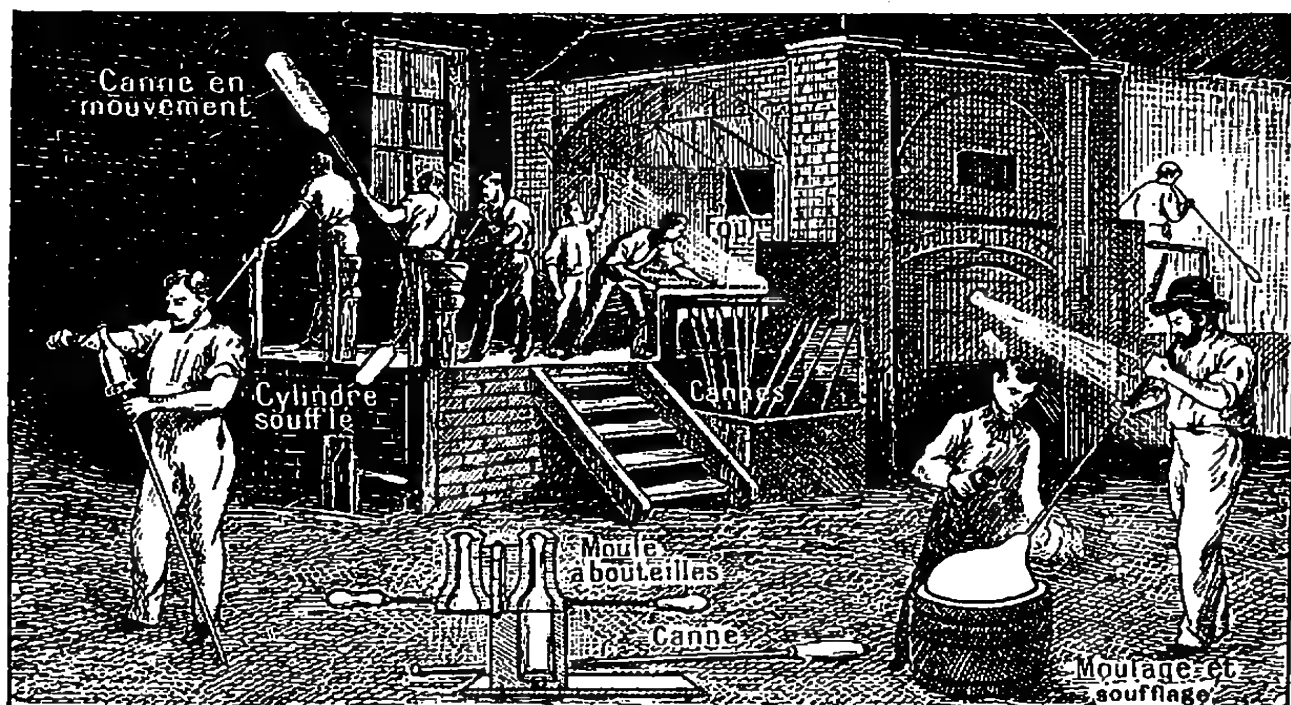

Fig. 93. — Travail du verre.
8. Fabrication du verre. — Les matières qui doivent entrer dans la composition du verre sont d'abord réduites en poudre, puis introduites dans des creusets en terre réfractaire que l'on chauffe dans des fours spéciaux jusqu'à 1 000 ou 1 200°. Elles forment alors une pâte molle que l'ouvrier peut travailler par *soufflage* ou par *moulage*, ou par les deux procédés à la fois (fig. 93). Il se sert d'une longue canne creuse en fer, nommée *canne de verrier*, qu'il